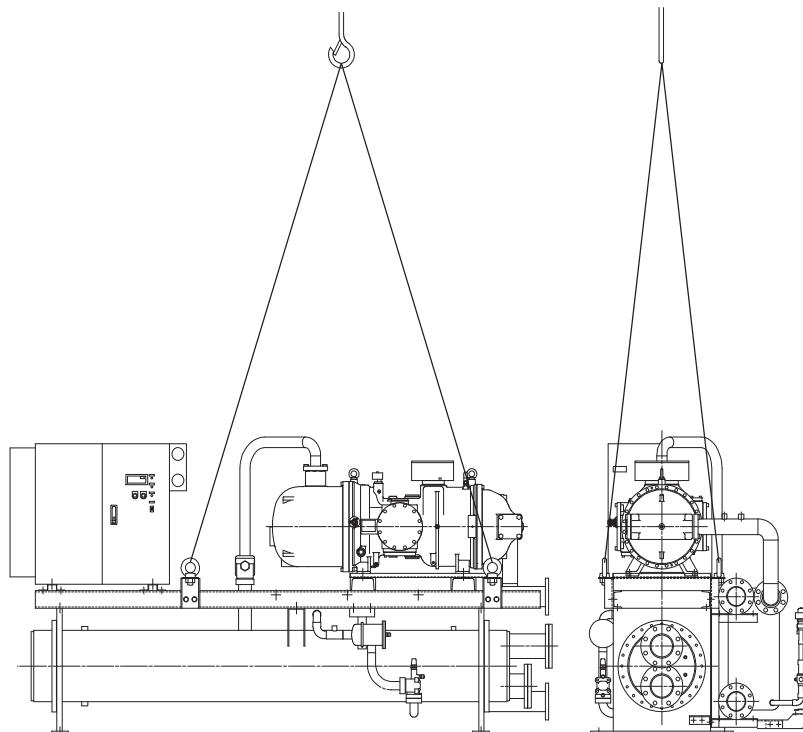

図2-1 ユニット吊上げ要領
- ① 吊上げはユニット枠の4本の吊具にフックを掛けて行って下さい。このとき制御箱、配管などを傷付けないようにし、もしロープが当たるときは適当な引棒を入れるようにして下さい。(図2-1)
- ② 吊上げ用のロープは製品質量に見合ったロープ強度にして下さい。製品質量は表2-1の通りです。